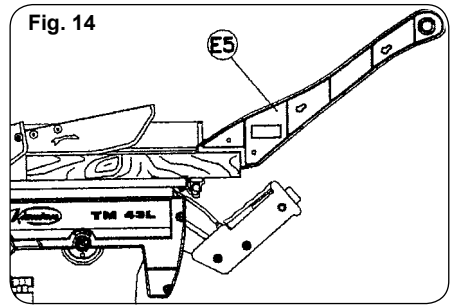

Fig. 14
- Используйте нажимную рукоятку Е5 (рис. 14)